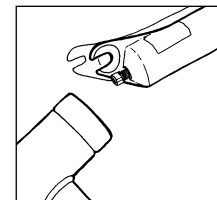

Fig. 6
6. Desserrez partiellement les boulons de la tige à l'aide d'une clé hexagonale de 5 mm, tapez fermement sur les boulons avec un maillet pour libérer les tiges du tube inférieur (voir fig. 6) et retirez complètement les boulons. L'huile du système HydraCoil s'écoulera par le bas du tube inférieur lorsque vous enlèverez les boulons de tiges. Récupérez l'huile usée dans un récipient adéquat, et éliminez-la sans polluer.